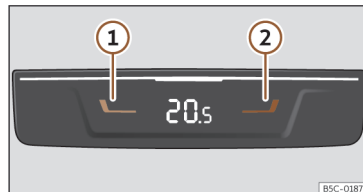

Fig. 110 Dans la partie arrière de la console centrale : commandes pour la banquette arrière.
- Appuyez sur les touches ① et ② >>> fig. 110 pour régler la température de la zone arrière.